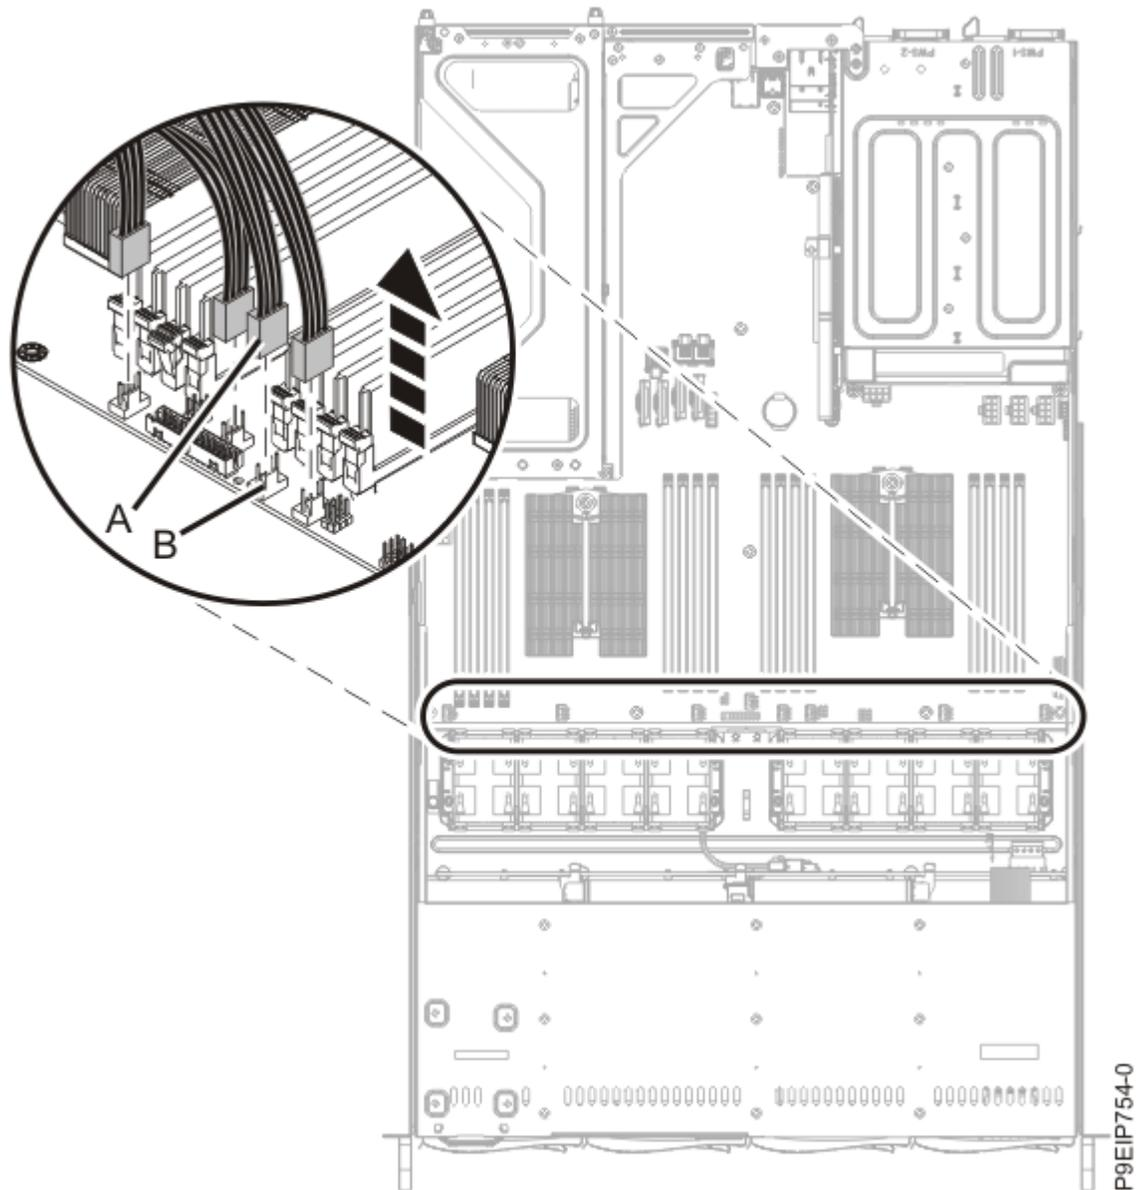

Abbildung 14. Lüfterkabel abziehen
5. Um ein Lüfterkabel abzuziehen, entriegeln Sie die Anschlussklemme **(B)** und ziehen Sie den Anschluss **(A)** an der Systemrückwandplatine vorsichtig nach oben (siehe Abbildung 14 auf Seite 19). Ziehen Sie nicht an den Drähten. Führen Sie das Kabel durch die Lüfterhalterung.